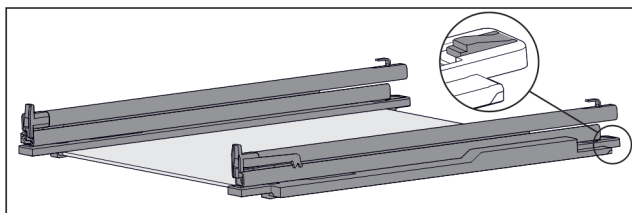

Fig. 222 Tablette en verre avec rails et pièces de retenue
- Pousser l'arrière de la pièce de retenue vers le bas (voir Fig. 222) et pousser dans le même temps le tiroir vers l'arrière.